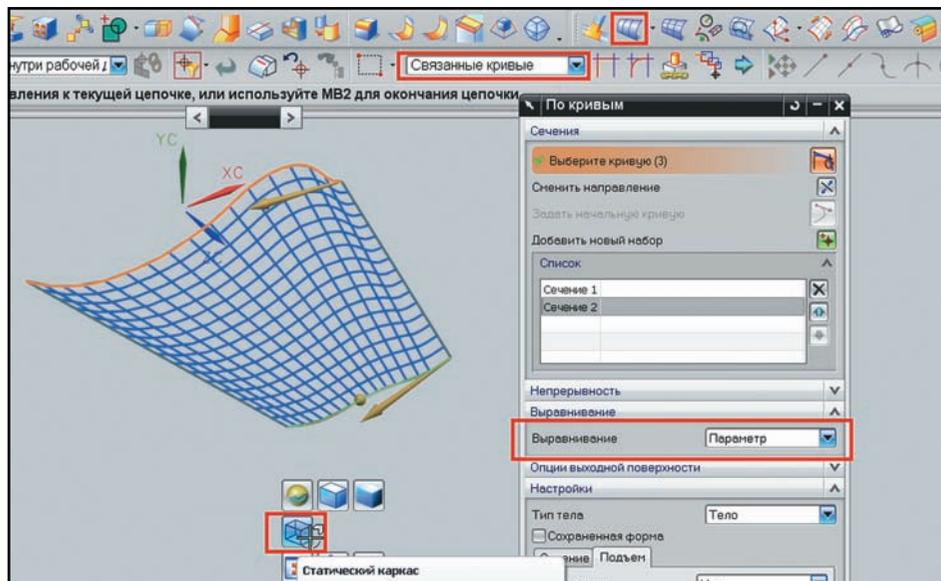

Рисунок 3.6 Построение поверхности по кривым
- Переключитесь в режим отображения **Статический каркас (Static Wireframe)**, чтобы видеть изопараметрические линии поверхности. Для этого, не выходя из команды построения, нажмите правую кнопку мыши на графической области и держите её до появления радиального меню, в котором нажмите соответствующую кнопку. Обратите внимание, что после указания наборов кривых на них появились стрелки, указывающие направление каждого набора. Для правильного построения поверхности вам необходимо добиться одинакового направления стрелок у каждого набора. Если направление будет отличаться, то возникнет перехлест поверхности, который, как правило, является нежелательным. Для смены направления вы можете воспользоваться кнопкой **Сменить направление (Reverse Direction)** в диалоге команды, выбрав в списке соответствующий набор. Или просто двойным щелчком левой кнопкой мыши на стрелке в графической зоне поменять её направление на обратное (рис. 3.6).